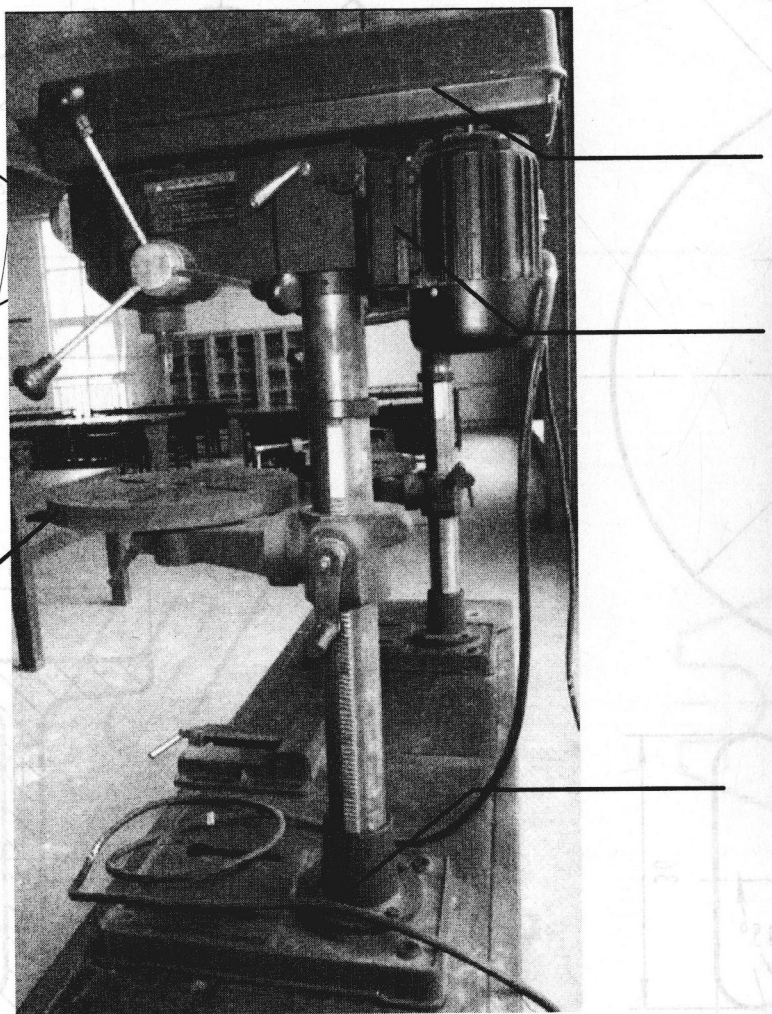

图1 台钻
(1) 观察台钻或其他机器，将组成台钻各部分的名称填写在图1相应位置上。